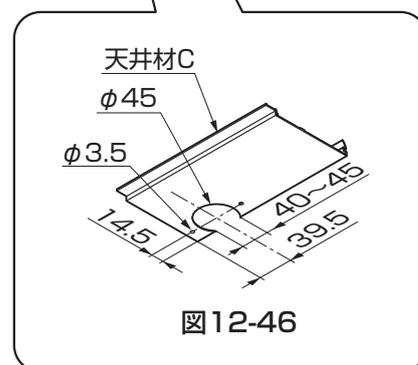

図12-46
- ②アタッチメントパッキンを雨樋アタッチメントに貼付けて樋に【6-1】で取付けてください。
③天井材Cの縦樋がつく位置を確定し、切欠きを現場加工してください。（図12-46参照）
④天井材Cを取付けてください。